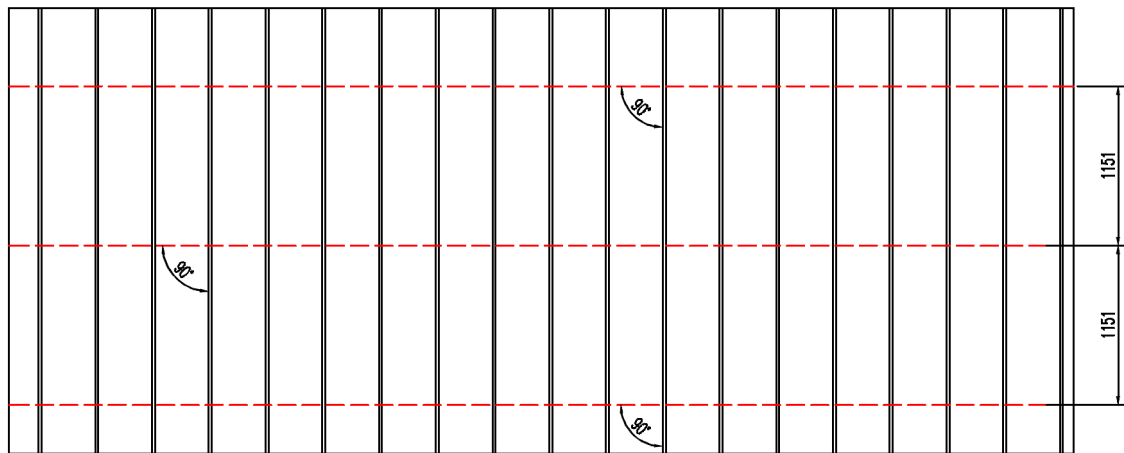

図 7-1
- まずクランプの取付位置を確定し、取付基準となる墨出しを行う。各列のクランプ中心線の間隔は $1151 \pm 2\text{mm}$ とし、墨出し線は金属屋根の山高に対して 90 度となるよう注意してください。（図 7-1）。